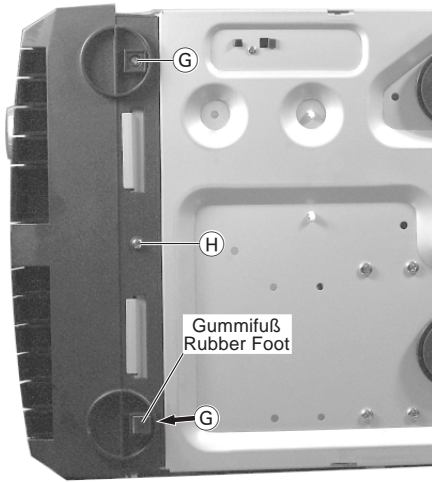

Fig. 5
- Die aufgeklebten vorderen GummifüÙe entfernen, die beiden Schrauben **G** (Fig. 5) unter den GummifüÙen und die Schraube **H** (Fig. 5) herausschrauben.
- Remove the glued on rubber feet at the front, undo two screws **G** (Fig. 5) below the rubber feet and screw **H** (Fig. 5).